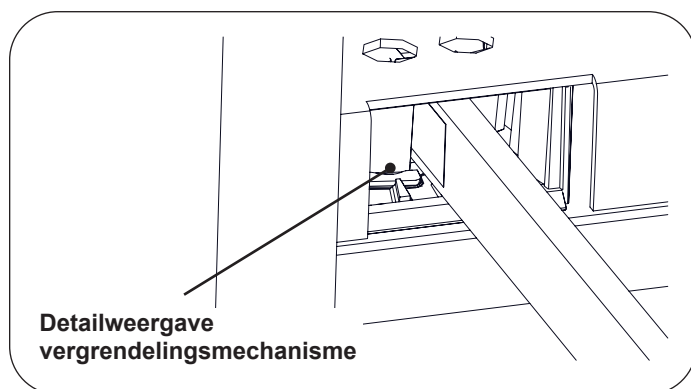

Figure 10. Vergrendelingsmechanisme voetsteun
1. Voor het bedienen van de voetsteunen pakt u het uiteinde van de voetsteun en trekt u deze recht uit de tafel (Figure 10). Til iets op tijdens het uitschuiven van de voetsteun.
2. Als de gewenste stand is bereikt, brengt u de voetsteun omlaag om de vergrendeling te laten aangrijpen (Figure 10 en Figure 11).